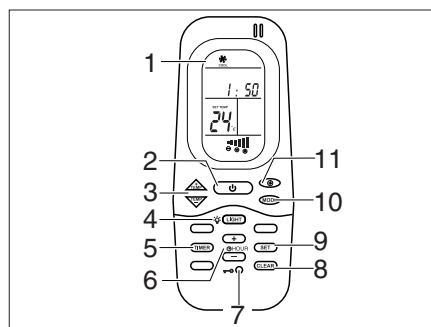
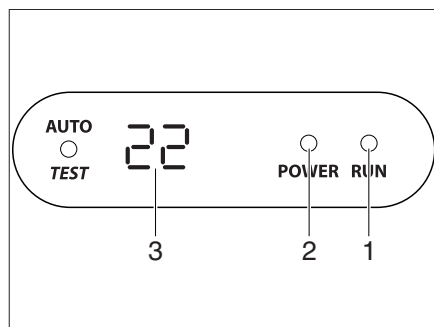

Fig. 302 Télécommande
Fig. 303 Écran du diffuseur
La climatisation est montée sur le toit du véhicule. La télécommande (Fig. 302) pour la climatisation se trouve dans le coin cuisine.
La climatisation est prête à fonctionner. La LED (Fig. 303,2) de l'écran du diffuseur brille en rouge.
- Pour la mise en service, appuyer sur l'interrupteur Marche/Arrêt (Fig. 302,2) de la télécommande. La DEL (Fig. 303,1) brille en vert si la climatisation fonctionne en mode refroidissement. La DEL (Fig. 303,1) brille en rouge si la climatisation fonctionne en mode chauffage.
- Régler le mode de fonctionnement désiré avec la touche MODE (Fig. 302,10).
- Si nécessaire, régler l'étage de ventilateur désiré avec la touche (Fig. 302,11) et la température ambiante avec les touches (Fig. 302,3).
- Pour la mise hors service, appuyer sur l'interrupteur Marche/Arrêt (Fig. 302,2) de la télécommande.
- Pour la programmation, enclencher la climatisation avec l'interrupteur Marche/Arrêt (Fig. 302,2) de la télécommande.
- Appuyer sur la touche TIMER (Fig. 302,5). L'indicateur ON de l'heure de démarrage est activé.
- Régler l'heure à l'aide des touches TEMP (+/-) (Fig. 302,3).
- Rappuyer sur la touche TIMER (Fig. 302,5). L'indicateur OFF de l'heure de démarrage est activé.
- Rappuyer sur la touche TIMER (Fig. 302,5).
- Une fois le réglage terminé, appuyer sur la touche SET (Fig. 302,9).
- En vue d'effacer la programmation de la minuterie, appuyer sur la touche CLEAR (Fig. 302,8).